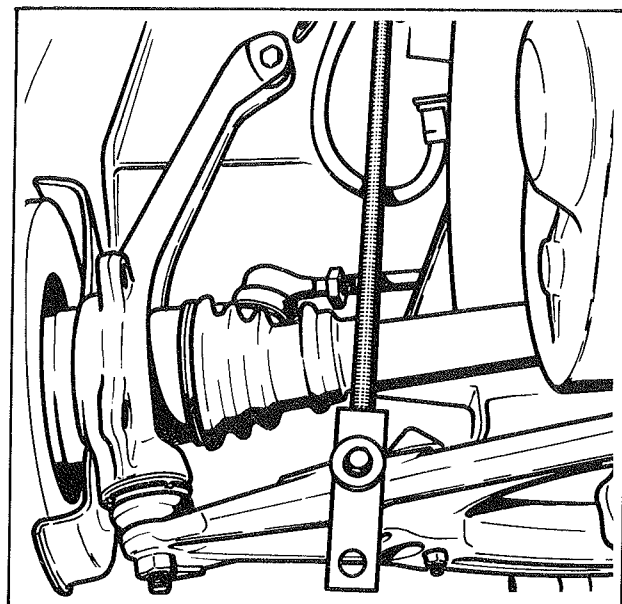

Fig. 1
- Déposer l'amortisseur AV du côté où doit avoir lieu l'intervention, et le remplacer par une tige de bridage de suspension (fig. 1)